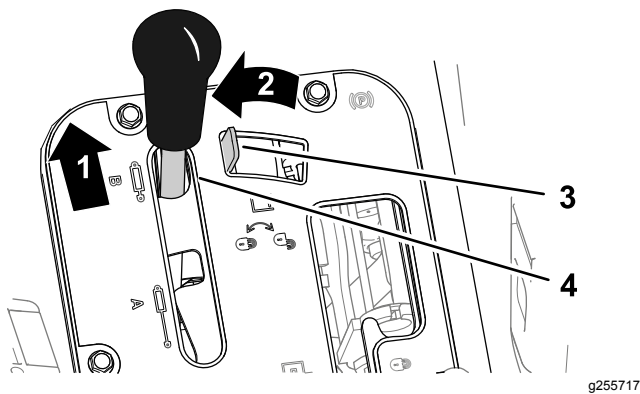
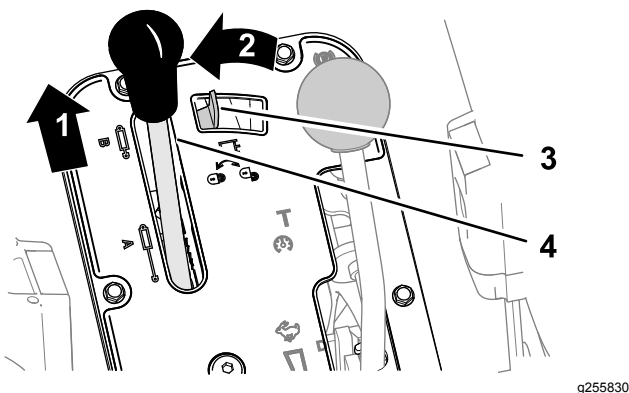

Bild 83
Bild 84
1. Drücken Sie den Hydraulikhubhebel nach vorne (Bild 83 oder Bild 84).
- Schieben Sie die Hydraulikhubsperrung nach links, um die Sperre zu aktivieren (Bild 83 oder Bild 84).